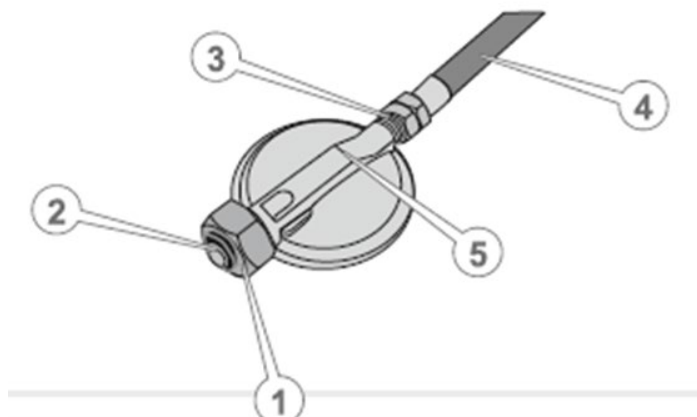

Рисунок 4. Загальний вигляд газового редуктора (редуктора тиску), під'єданого до газового рукава.
4. Перевірити наявність та цілісність гумової прокладки (1, рис. 4) та фільтрувальної сітки (2, рис. 4) на вхідному штуцері регулятора тиску (5, рис. 4).
5. Приєднати вільний кінець газового рукава (4, рис. 4) до вихідного штуцера (3, рис. 4) регулятора тиску (5, рис. 4).